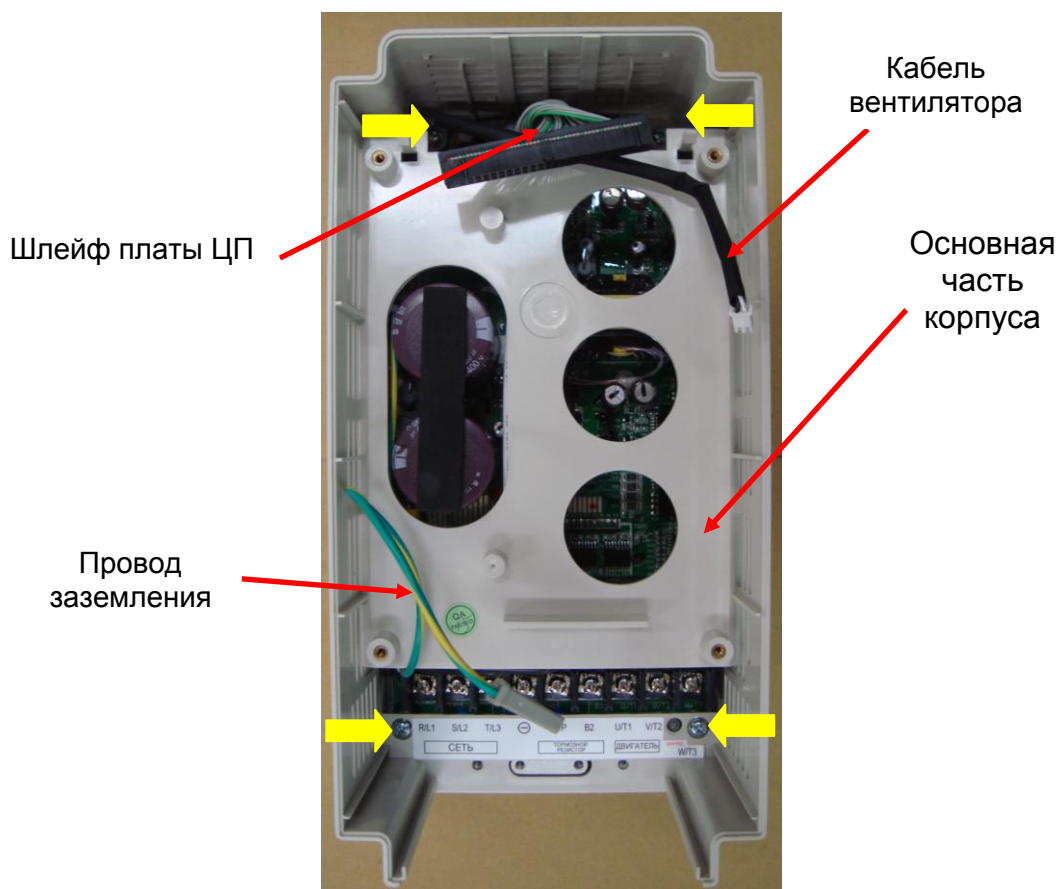

Рис. 7.9
7.4.2. Установить основную часть корпуса согласно рис. 7.9.
7.4.3. Вкрутить четыре винта (желтые стрелки, рис. 7.9).